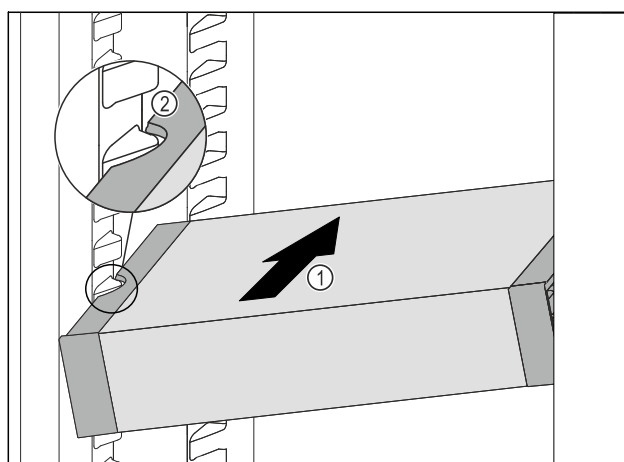

Fig. 119
- ▶ Insérer le VarioSafe en biais dans la partie réfrigérateur Fig. 119 (1) jusqu'à ce que les encoches latérales Fig. 119 (2) du VarioSafe se trouvent à la hauteur de la nervure du bac dans la partie réfrigérateur.